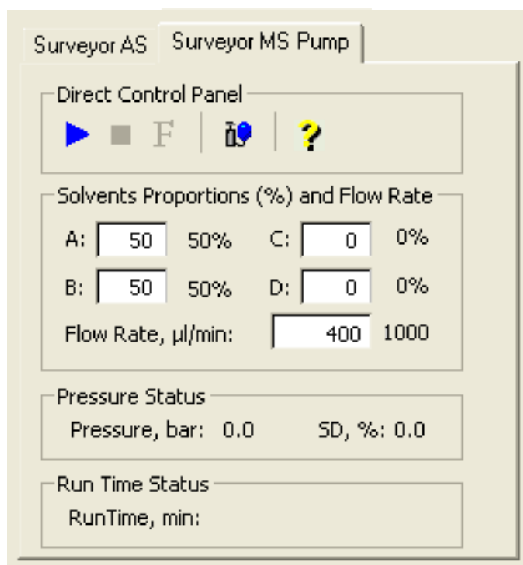

图5-6. 入口直接控制视图，图中显示泵为关闭状态
- 在Control / Scan Mode（控制/扫描模式）工具栏上点击AS/LC Direct Control（AS/LC直接控制）按钮，在工作区域右上角显示Inlet Direct Control（入口直接控制）视图，见图5-6。